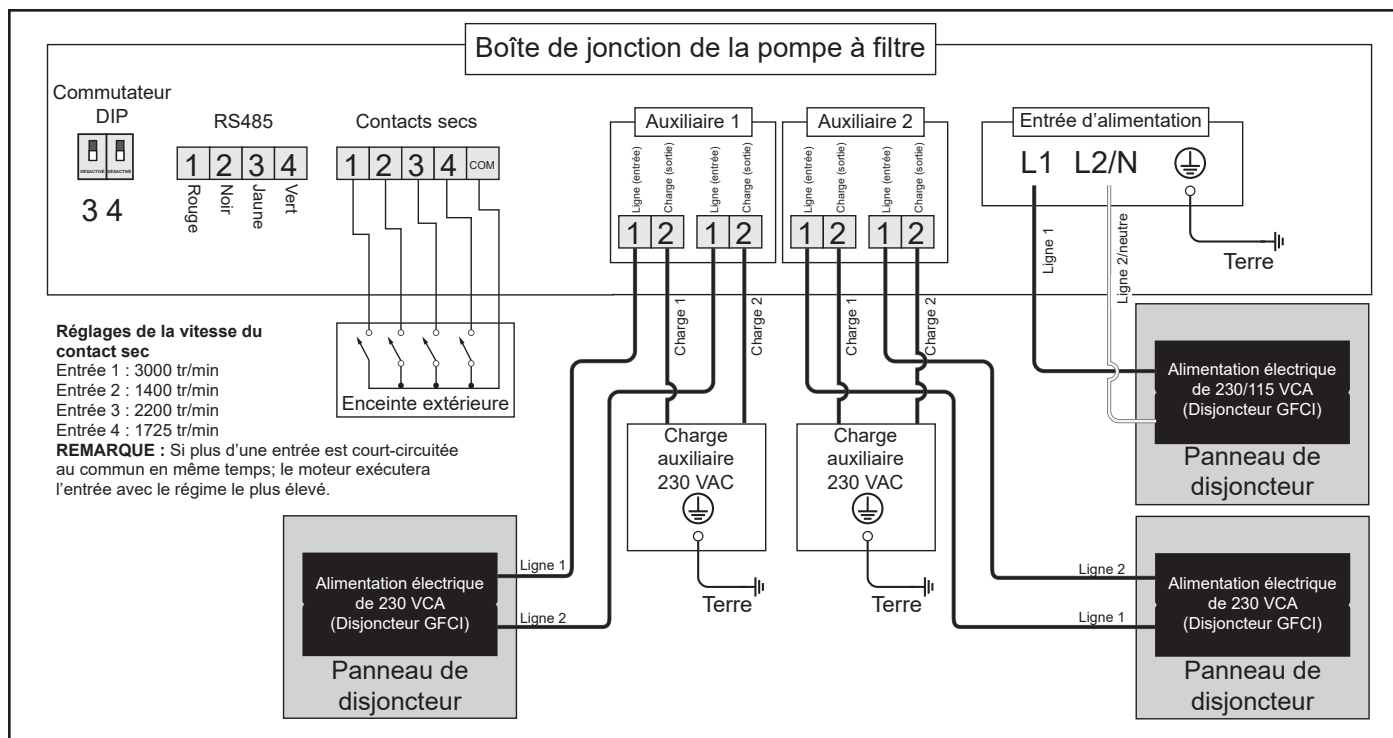

Figure 10. Schéma de câblage du relais auxiliaire de 230 V\*
**REMARQUE :** L'alimentation électrique seule ne suffit pas pour faire fonctionner la pompe. Elle nécessite une commande numérique qui lui est envoyée par un contrôleur de vitesse variable (JEP-R, iQPUMP01), un système d'automatisation ou l'utilisation des contacts secs (reportez-vous aux figures 10 et 11).
Vous reporter aux figures 10 et 11 pour des détails sur l'emplacement du compartiment.
Les contacts secs peuvent être utilisés comme contrôleur si aucun contrôleur Zodiac n'est connecté à la ligne RS-485. En basculant l'une des entrées en commun, la pompe s'allume, s'amorce et passe à une vitesse prédéterminée indéfiniment jusqu'à ce que le court-circuit soit rompu (voir figures 10 et 11). Si aucune entrée n'est connectée au commun, le nombre de tours par minute est zéro. Ces paramètres de vitesse ne peuvent être modifiés que si un contrôleur Zodiac est connecté. Lorsqu'un contrôleur Zodiac est connecté via RS-485, toutes les commandes de contact sec seront ignorées.